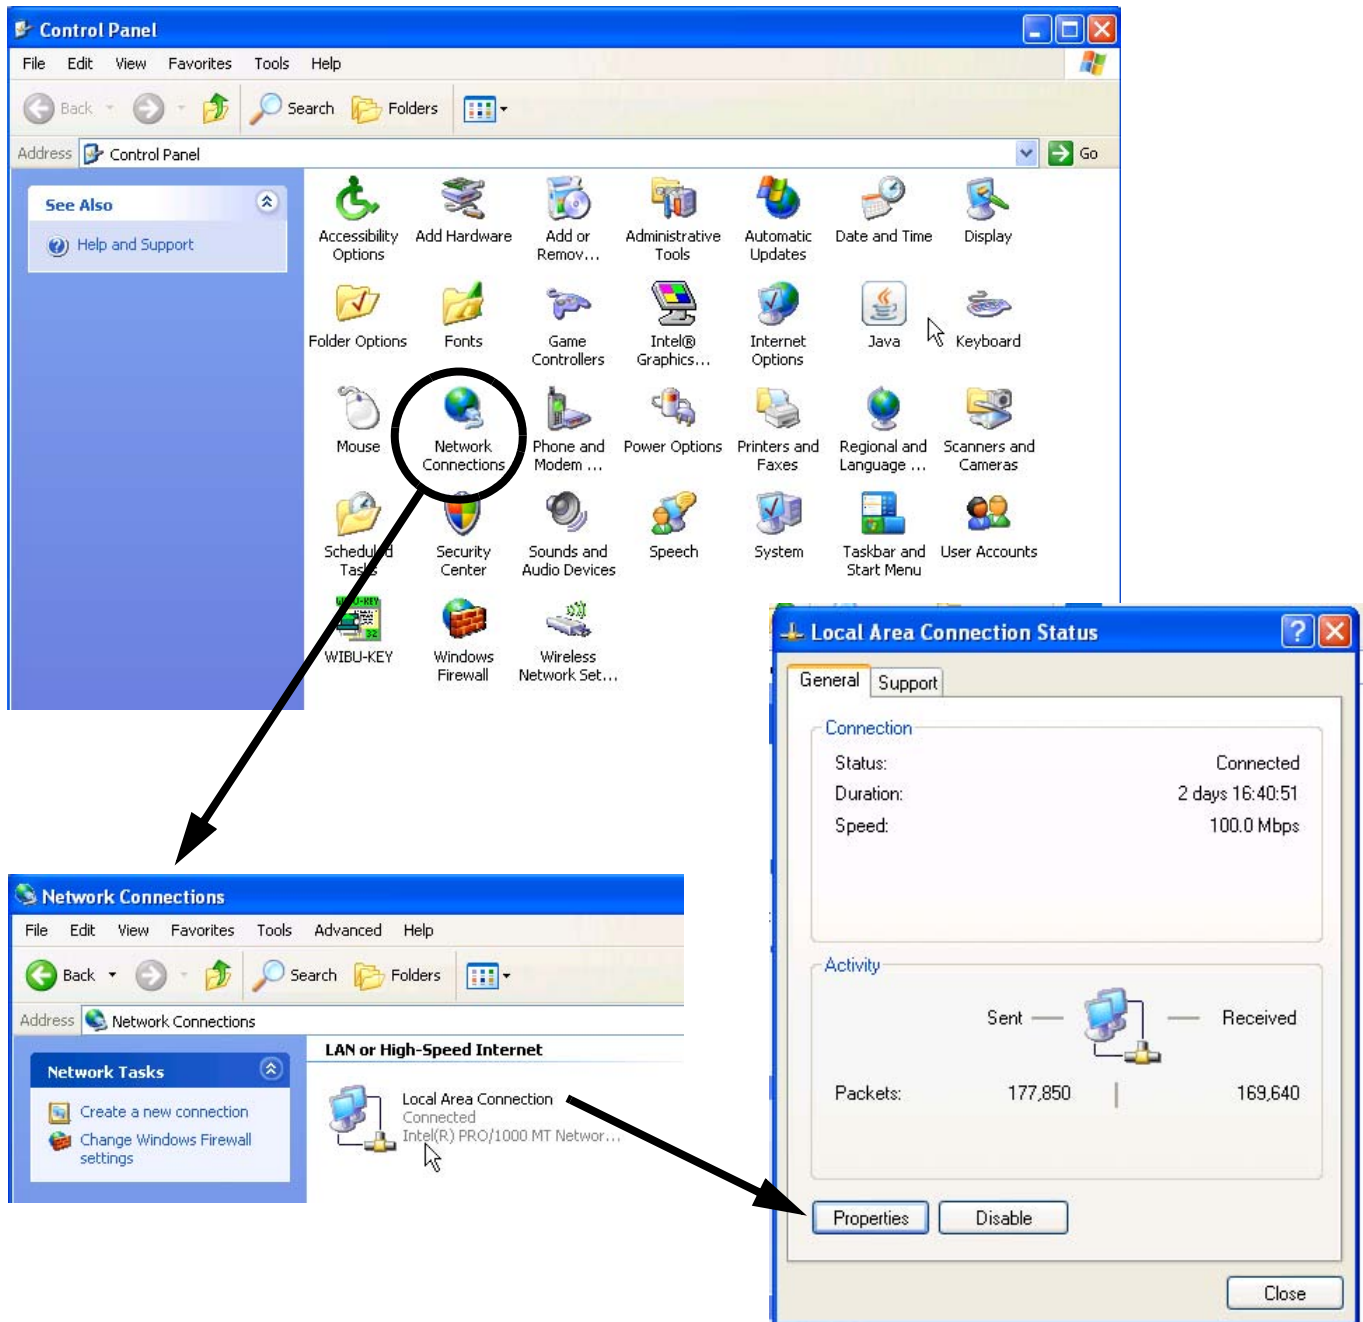
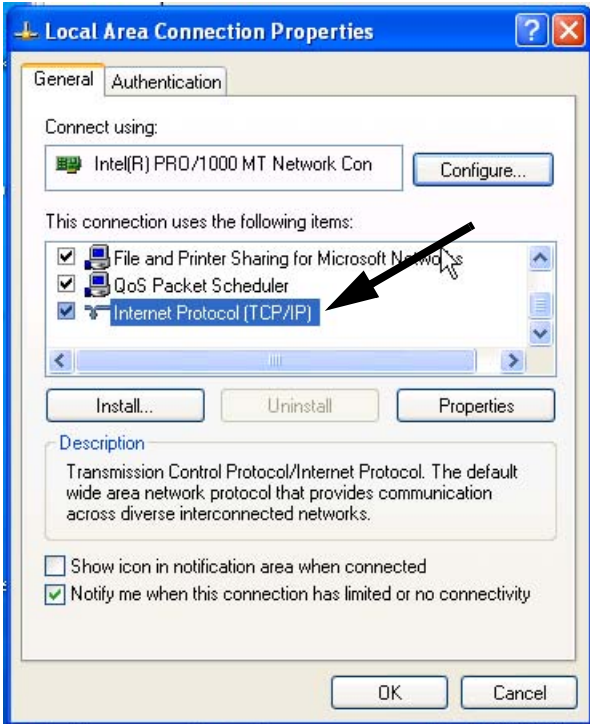

FIG. 2. Asigne una Dirección IP a su ordenador
FIG. 3: Ventana de Propiedades de Conexión del Área Local.
- b. Vea FIG. 2. Haga doble click en las Conexiones de Red. Haga doble click en las Conexiones de Área Local para abrir la ventana de Estado de Conexión del Área Local. Haga click en Propiedades para abrir la ventana de Propiedades de Conexión del Área Local. Vea FIG. 3.